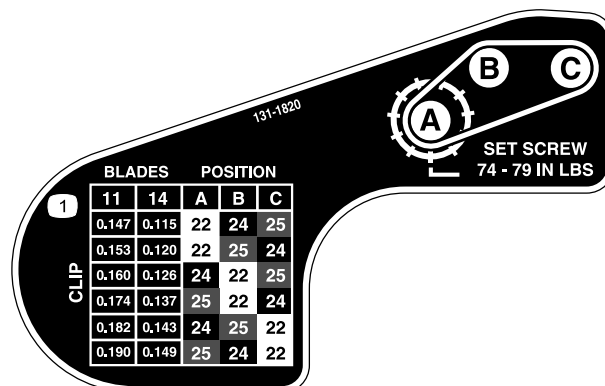

Figura 21
- Usando la tabla de la pegatina ilustrada en Figura 21, determine la frecuencia de corte deseada y las poleas que tendrá que reubicar.
- Instale cada polea en la configuración nueva según lo indicado en la pegatina (Figura 21).